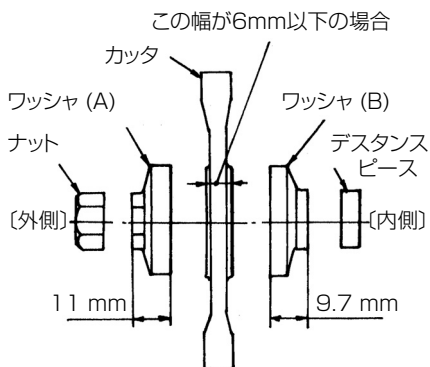

図 13
- (ロ) ボス幅が6mm以下のカッタの場合刃幅が3mm、4.5mm、5.5mm、6mmのけ引きカッタ、又は市販のカッタでボス幅が6mm以下の場合には、図13のように、ワッシャ(B)の内側に付属のデスタンスピースを入れてください。